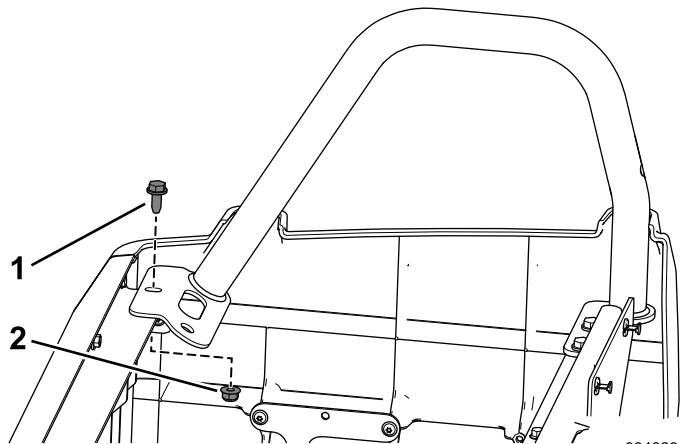

図 50
1. 右後腰部ガードを後座席ベースに固定する先ほど外したフランジボルト3/16 x 3/4インチとフランジナットを使う図 50。